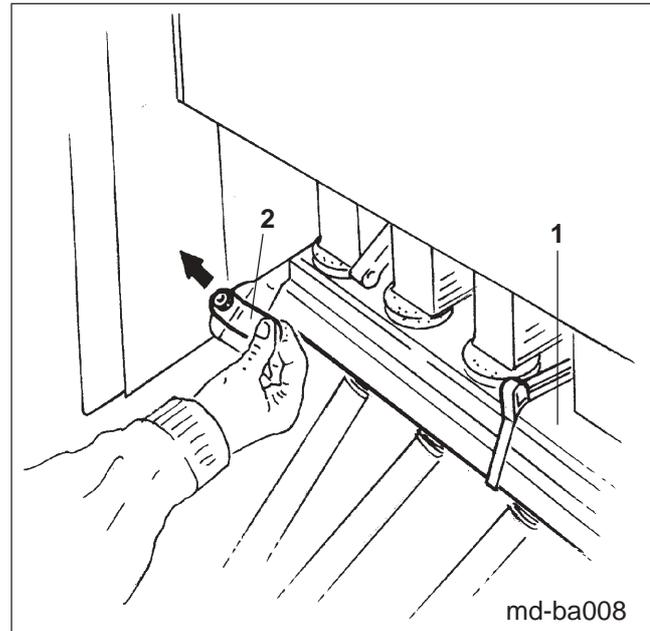
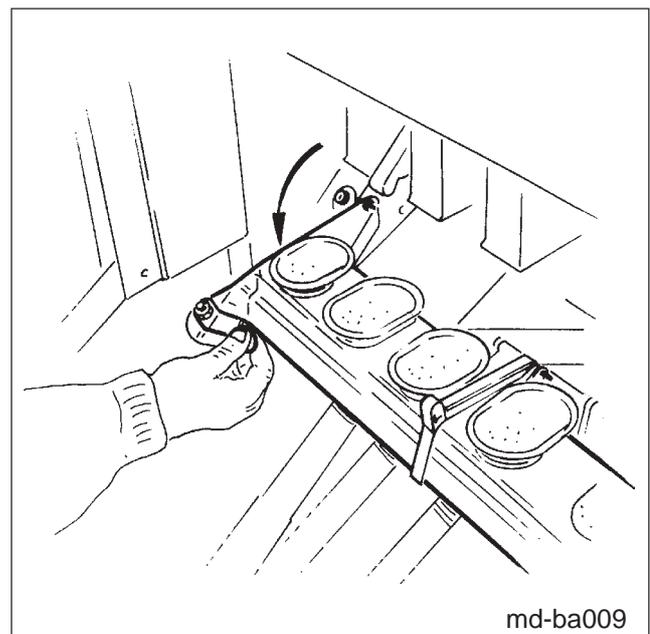

Fig. 11.2
Fig. 11.3
Trichterschiene(n) (Fig. 11.2/1) absenken:
Zwei federbelastete Hebel (Fig. 11.2/2), mit denen jede Trichterschiene ausgerüstet ist, kurz aus der Arretierung herausziehen und Trichterschiene (Fig. 11.3) absenken.
- Trichterschiene(n) (Fig. 11.2/1) nach oben schieben bis sie hörbar einrastet(en)